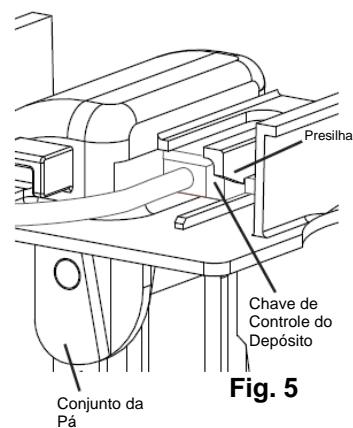

Fig. 5
- 6) Erga levemente pela presilha prendendo a chave de controle do depósito de gelo ao conjunto pá e retire a chave. Vide a Fig. 5.